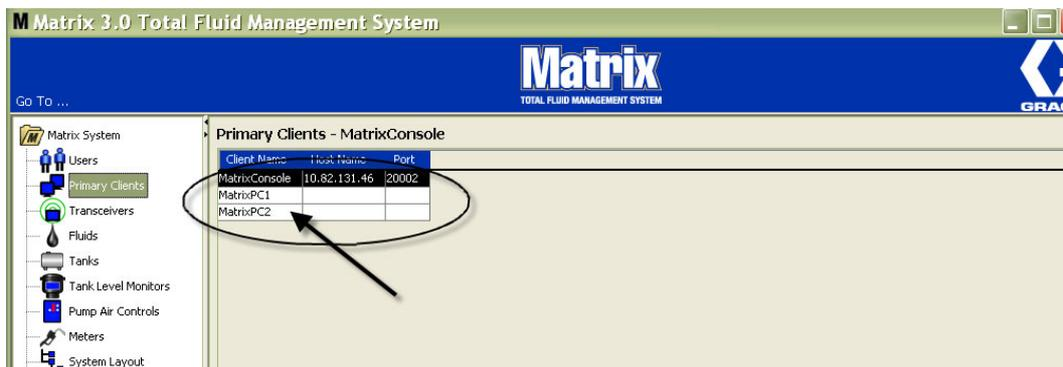

ABB. 81
- Der neue Primär-Client wird am Ende der Liste des Primär-Client-Fensters hinzugefügt (ABB. 81). Beachten Sie, dass nach dem Eingeben eines neuen Primär-Client-Namen die Felder für Hostnamen und Port des neuen Primär-Clients leer sind. Diese Felder werden automatisch ausgefüllt, wenn sich der Primär-Client das nächste Mal mit der Matrix Service Engine verbindet.